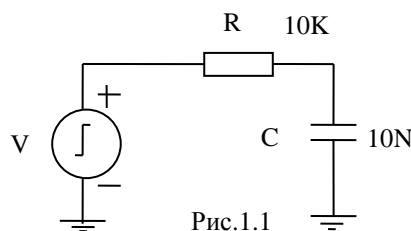

Рис.1.1
1.1. Намалювати на новоствореному робочому полі ланцюг, зображену на рис. 1.1, з параметрами (атрибутами) елементів згідно одного з варіантів завдань, наведених у таблиці 1.1. Номер варіанту вказує викладач.